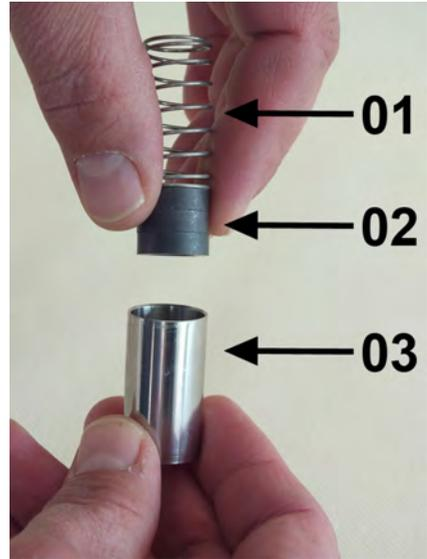

Abb. 43: Innenteile
4. ➤ Feder (Abb. 43/01) mit Magneten (Abb. 43/02) in den Schwebekörper (Abb. 43/03) einführen dabei die Magnetpolung beachten (Nordpol in Richtung Geräteausgang)